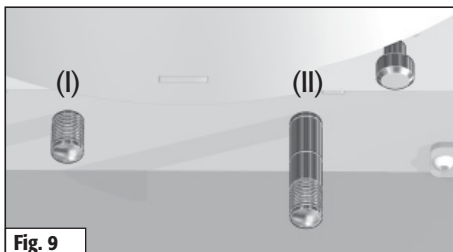

Fig. 9
Primaire lucht volledig sluiten.	Trek de schuif van de primaire lucht (I) helemaal dicht. (fig. 9)
Secundaire lucht toedraaien.	Zet de schuif van de secundaire lucht (II) op markering 2. (fig. 9)